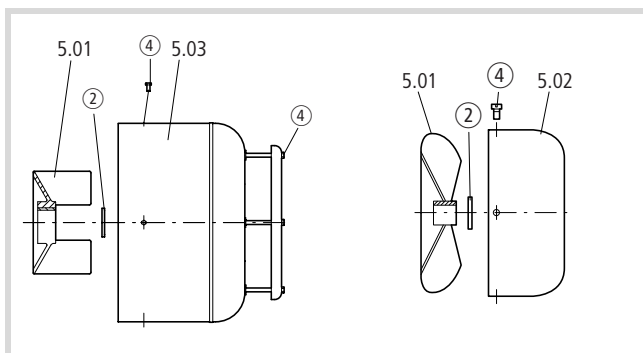

Figure 3 : Retrait des vis du capot et du circlip
- ▶ Retirez les vis de fixation ④ du capot du ventilateur (5.02-03) et démontez ce dernier (→ fig. 3).
- ▶ Retirez le circlip ② situé devant le ventilateur (5.01).